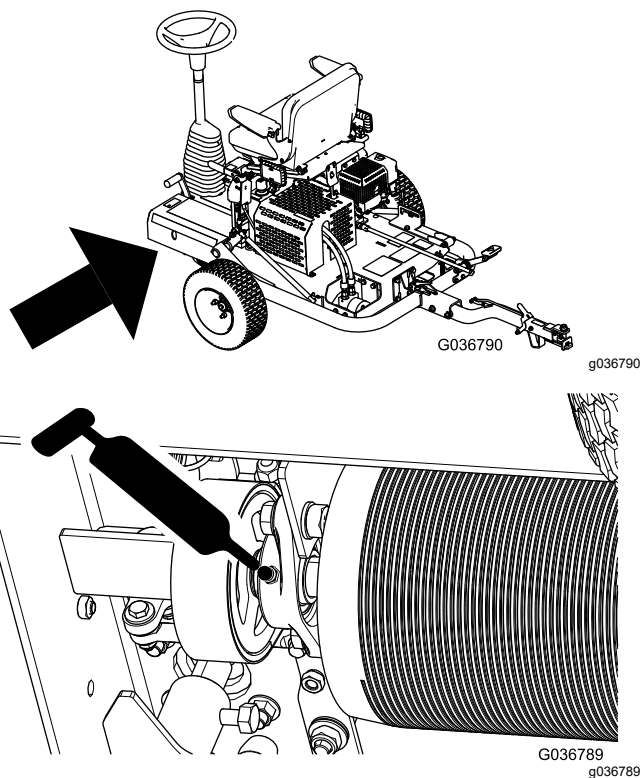

Figure 26
3. Injectez de la graisse dans le graisseur comme montré à la Figure 26.